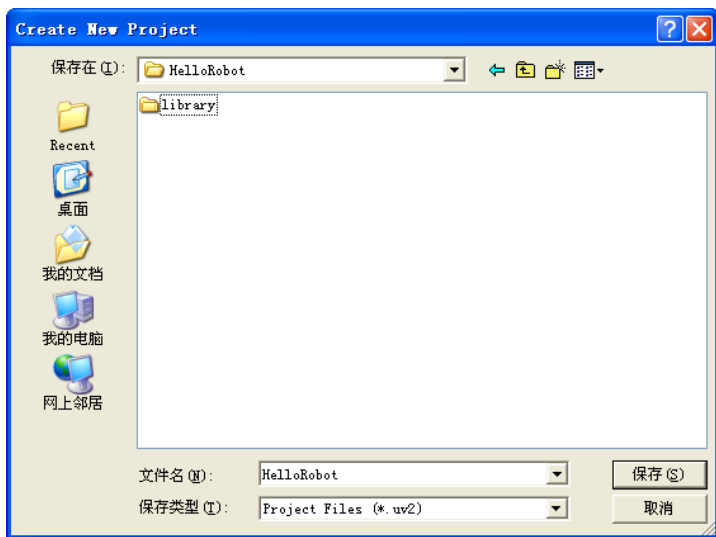
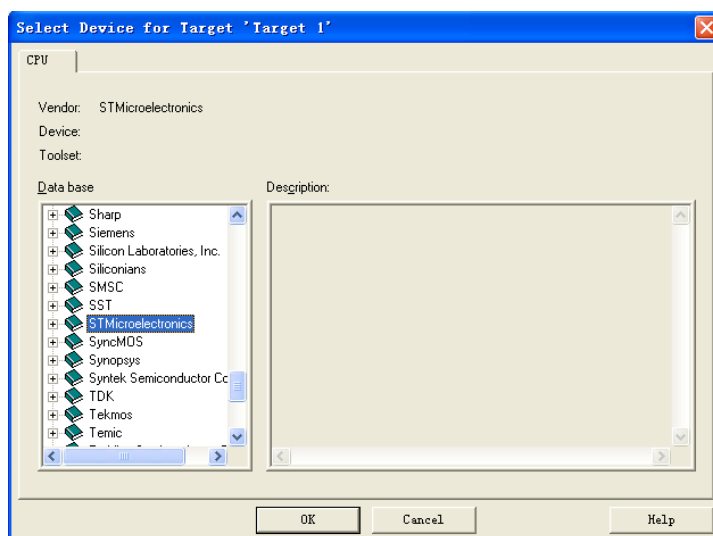

图 1.14 创建 HelloRobot 工程
图 1.15 Select Device for Target 'Target 1' 对话框
(3) 双击 HelloRobot 文件夹，在文件名中输入工程文件名：HelloRobot（可不用加后缀名），保存在此目录下，如图 1.14 所示。之后单击“保存”出现图 1.15 所示的窗口。